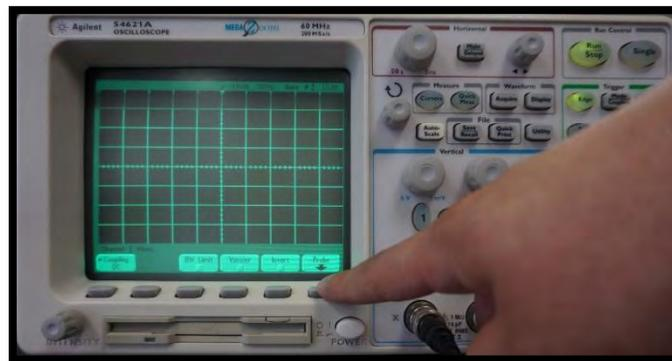

Figura D.8. Submenú de opciones.
8. Cuando utilizamos puntas atenuadoras, las tenemos que configurar dependiendo cual sea su relación. Se oprime una vez el botón de la entrada "1", en este caso, y aparecerá un menú en la parte de abajo de la pantalla del osciloscopio. Apretamos el botón "PROBE" (figura D.8).